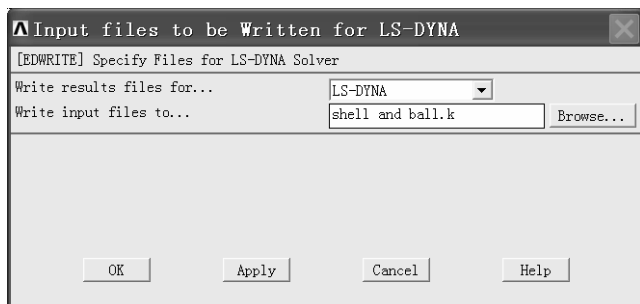

图 4-90 “Input files to be Written for LS-DYNA” 窗口
(3) 在“Write input files to...”窗口中“文件名(N):”后的方框中输入“balls impact.k”, 然后单击“保存”按钮, 然后再回到“Input files to be Written for LS-DYNA”窗口(见图 4-90)。